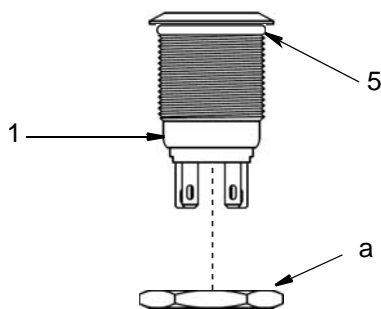

FIG. 1
3. Retirer le contre-écrou (a) de la touche (1). Installer le joint torique (5) (FIG. 1).